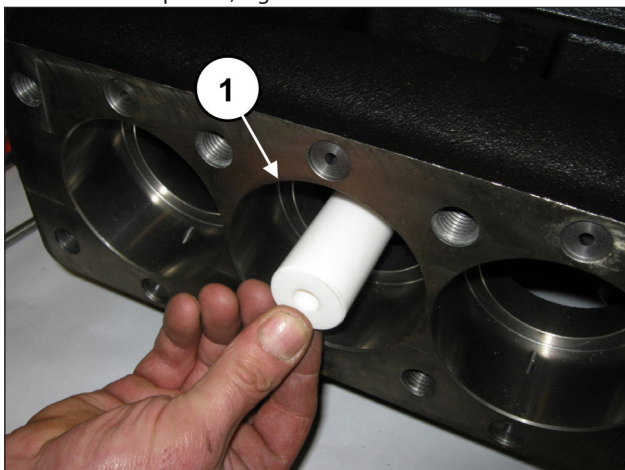
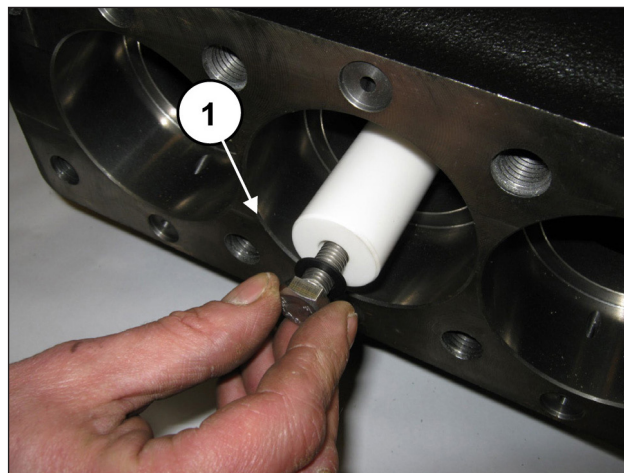

Fig. 182
Fig. 183
Montare i pistoni sulle rispettive guide (pos. ①, Fig. 182) e fissarli come da pos. ①, Fig. 183.